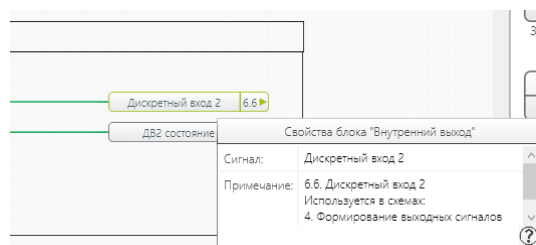

Рисунок 5.7 – Формирование внутреннего выхода
- в блоке «Внутренний выход» ввести новое название, соответствующее подключаемому дискретному входу (рисунок 5.7). Данный сигнал идет на вход алгоритмов «Индикация» и «Формирование выходных сигналов».